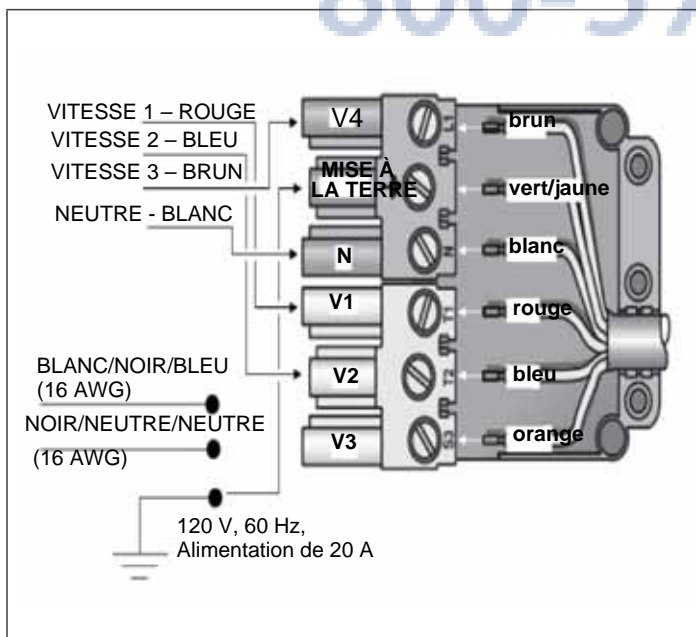

Figure 21: Câblage de la hotte avec un ventilateur à distance
7. Branchez le ventilateur à distance aux fils du connecteur en tire-bouchon (Étape 6), comme illustré sur la Figure 21. Branchez le fil vert de mise à la terre à la vis de mise à la terre de la boîte de connexion. Consultez les instructions d'installation du ventilateur pour plus de détails sur le câblage.